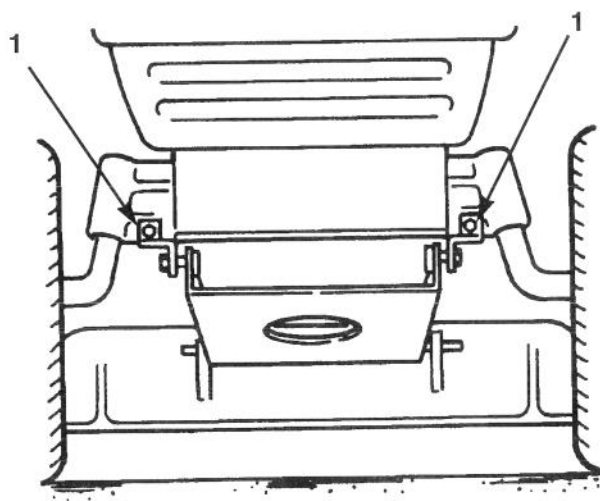

Figure 43
5. Poser et fixer les supports de pivots de la tondeuse sur l'essieu avant au moyen des boulons et des écrous de blocage (Fig. 43).